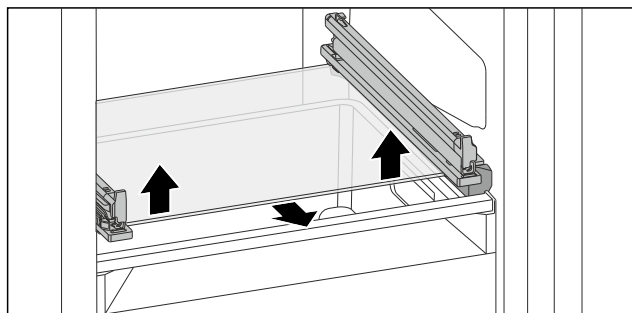

Fig. 177 可倾斜抽屉的玻璃隔板
- ▶ 从下方两侧向上推玻璃隔板。(参见 Fig. 177)